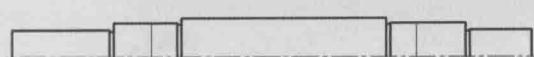

图 1.2.5 创建两条细实线
Step4. 创建图 1.2.5 所示的两条细实线。
(2) 将步骤(1)中偏移的直线转移至“细实线层”。
(3) 修剪图形。选择下拉菜单 **修改** → **修剪** 命令并按 Enter 键，单击细实线上要剪掉的部分，按 Enter 键结束此命令，结果如图 1.2.5 所示。